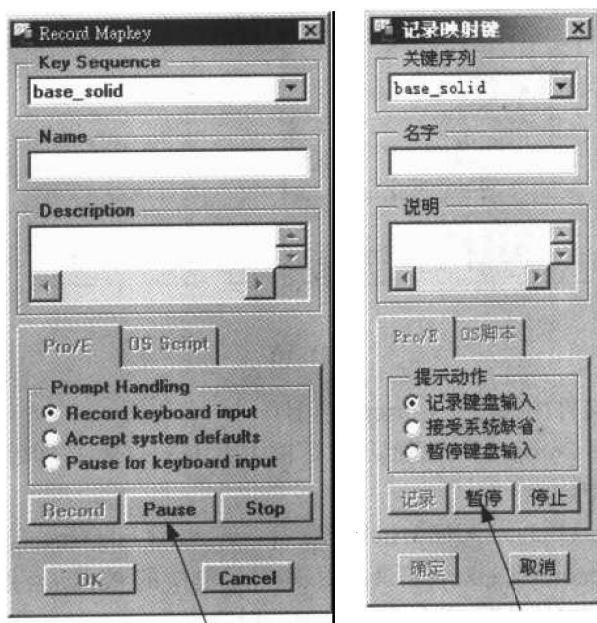

图1.8
→ [单击 Record Mapkey(记录映射键)对话框中的 Pause(暂停)按钮(见图 1.8), 以中断 Pro/ENGINEER 命令的记录, 使系统能接受用户输入新的零件名称]
- [单击 Record Mapkey(记录映射键)对话框中的 Pause(暂停)按钮(见图 1.8), 以中断 Pro/ENGINEER 命令的记录, 以令用户能选取文件]